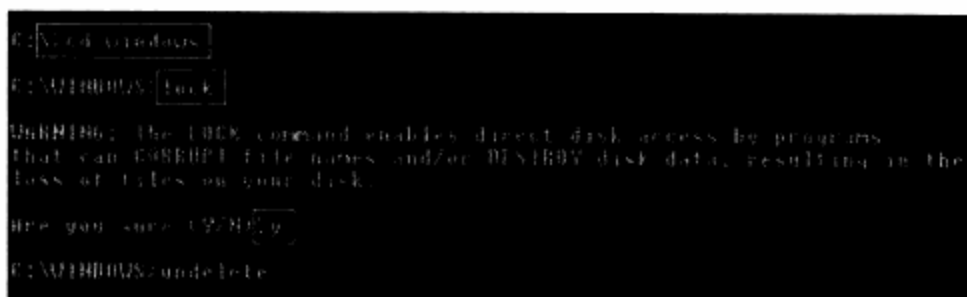

图13-17 警告框
**步骤 03** 输入lock命令后按Enter键,弹出警告,如图13-17所示。